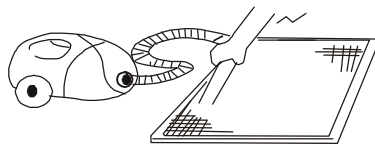

Fig. 1
- El lado de la entrada de aire debe estar hacia arriba cuando se limpie con una aspiradora. (Ver Fig. 1)